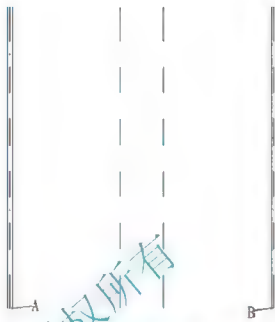

图 4.86 绘制外墙
(1) 将【墙】图层设置为当前层, 用【多线】命令绘制外墙。注意, 制作样板时已经将当前多线样式设置为【STANDARD】, 且将对正方式修改为“无”, 比例修改为“240”, 所以启动【多线】命令后, 不需对任何参数修改就可以直接绘制 240mm 厚的墙体, 结果如图 4.86 所示。
(1) 将【梁板】图层设置为当前层并绘制一条水平线，线的起点和终点分别在图 4.86 所示的 A 和 B 处，结果如图 4.87 所示。